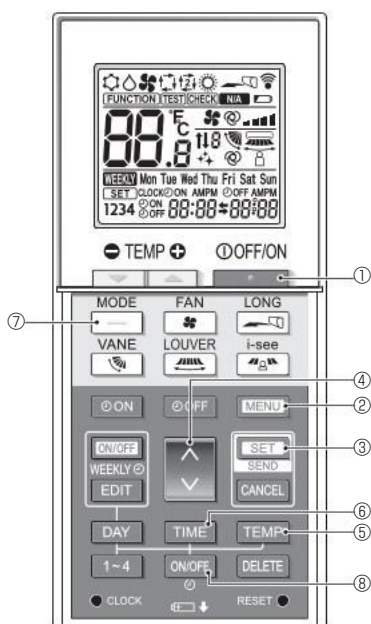

Fig. 7-9
2. Premere il pulsante MENU ②.
Verrà visualizzata la schermata di impostazione Funzione e lampeggerà il n. di funzione ④. (Fig. 7-9)